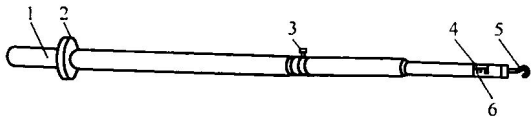

图 1-3 高压验电器
(2) 高压验电器。高压验电器又称高压测电器，10kV 高压验电器由金属钩、氖管、氖管窗、固紧螺钉、护环和握柄组成，如图 1-3 所示。